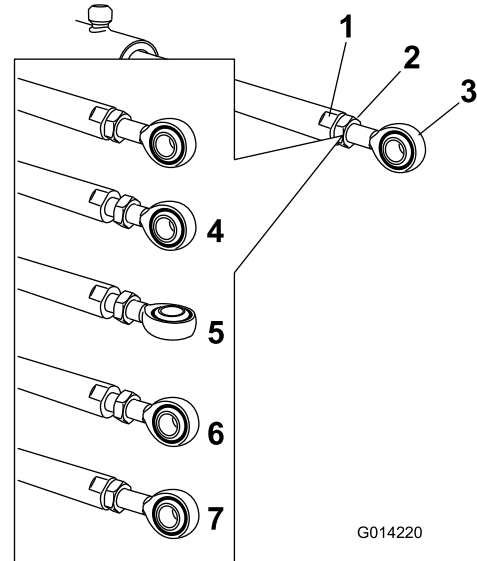

Figure 65
- Placez une clé sur les méplats de la tige de vérin pour l'immobiliser, puis desserrez l'écrou de blocage pour pouvoir ajuster la tige à œillet (Figure 65).
- Tournez la tige à œillet dans la tige du vérin pour raccourcir ou allonger le vérin déployé à la position voulue (Figure 65).